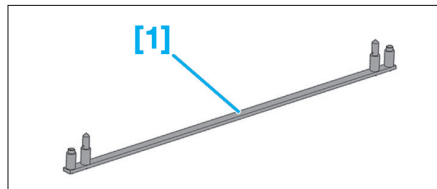

Fig. 57
- [1]. Outil de positionnement du train arrière (réf : 4399-T) (Fig.57).